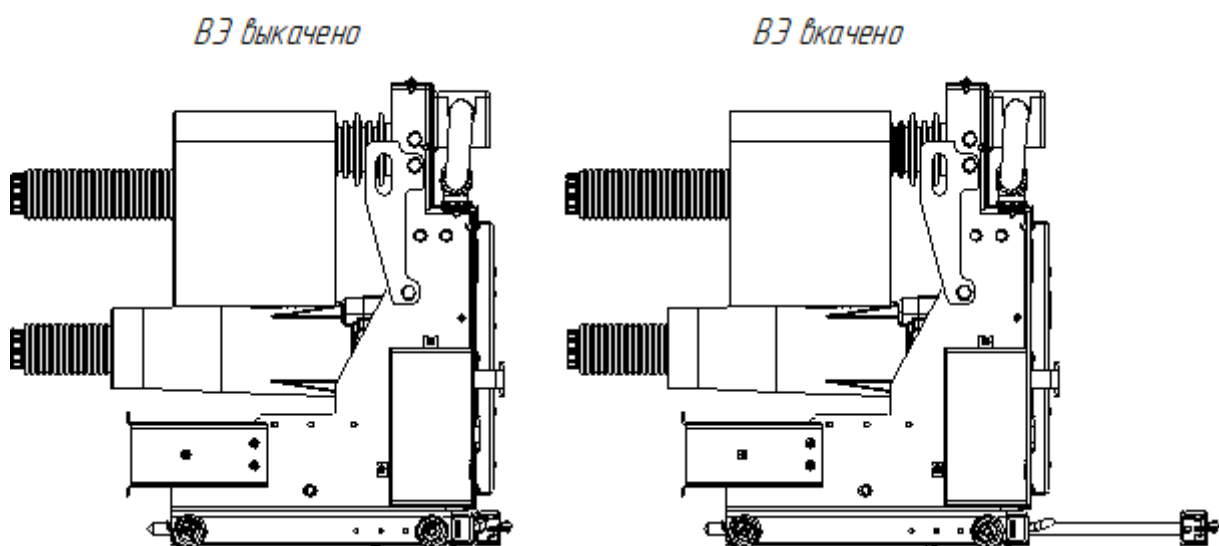

Рисунок 2 – Положение выкатного элемента в ячейке серии КЭПС-ВЭСЗ
1.5.1 Для перемещения выкатного элемента серии КЭПС-ВЭСЗ необходимо (Рисунок 2):
1.6.1 Для того чтобы переместить выкатной элемент из контрольного положения в рабочее – требуется наличие оперативного питания. Затем при помощи механизма блокировки и отключения, заблокировать коммутационный модуль, как показано на Рисунке 3. Механизм блокировки и отключения выключателя запрещает включения коммутационного модуля, срабатывает концевой выключатель. Реализуется это следующим образом: для перемещения выкатного элемента в шкаф КРУ необходимо нажать красную кнопку, тем самым блокируя вакуумный выключатель. Разблокируется аппаратная тележка и появляется возможность перемещать выкатной элемент (Рисунок 2).